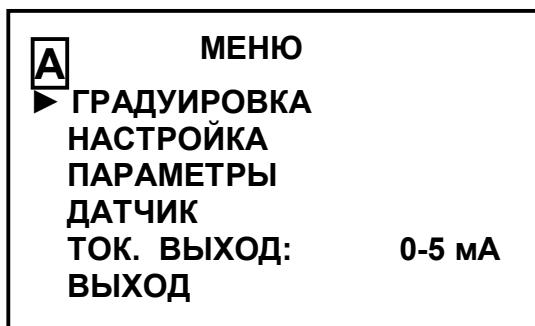

Рисунок 1.9
1.5.5.3 Работа с экранным МЕНЮ [А] и МЕНЮ [В] (рисунок 1.9)